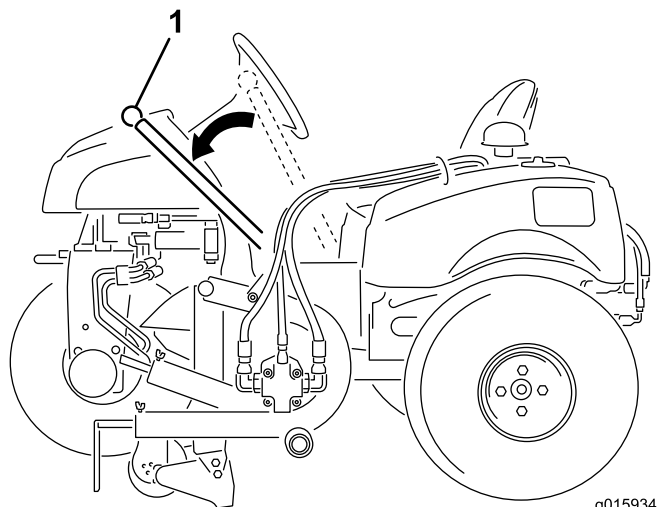

Bild 17
Mit dem Griff heben Sie den Kantenschneider an und senken ihn ab (Bild 17).
2. Drücken Sie den Griff nach außen und senken Sie das Messer des Kantenschneiders auf den Boden ab (Bild 17).
- Drücken Sie den Griff nach außen und heben Sie das Messer des Kantenschneiders in die Transportstellung an (Bild 17).